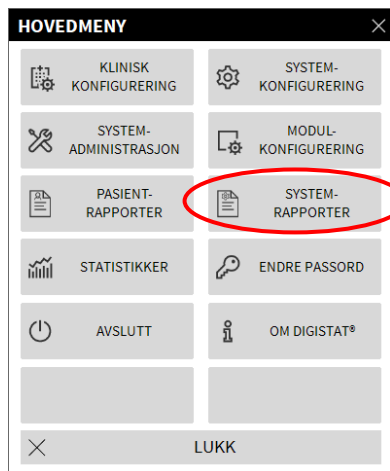
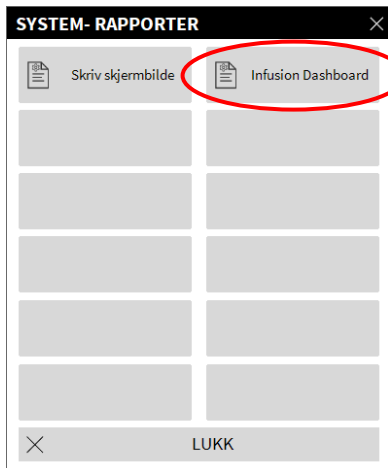

Fig. 130
Fig. 131
Følgende meny vises (Fig. 130).
- Klikk på **SYSTEMRAPPORTER** (Fig. 130). Følgende meny vises (Fig. 131).
➤ Klikk på **INFUSION-dashbord** (Fig. 131).